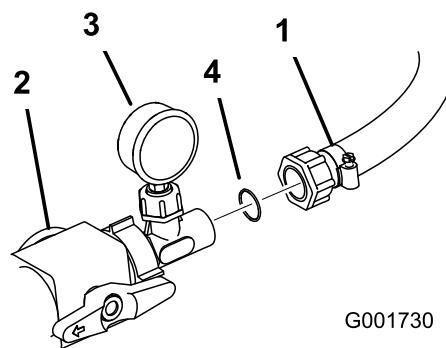

Figura 15
15. Instale um anel de retenção de plástico entre o indicador de pressão e o tubo que leva à bobina. Ligue o tubo à montagem (Figura 15). Aperte uma porca de plástico no tubo para o prender no indicador de pressão.